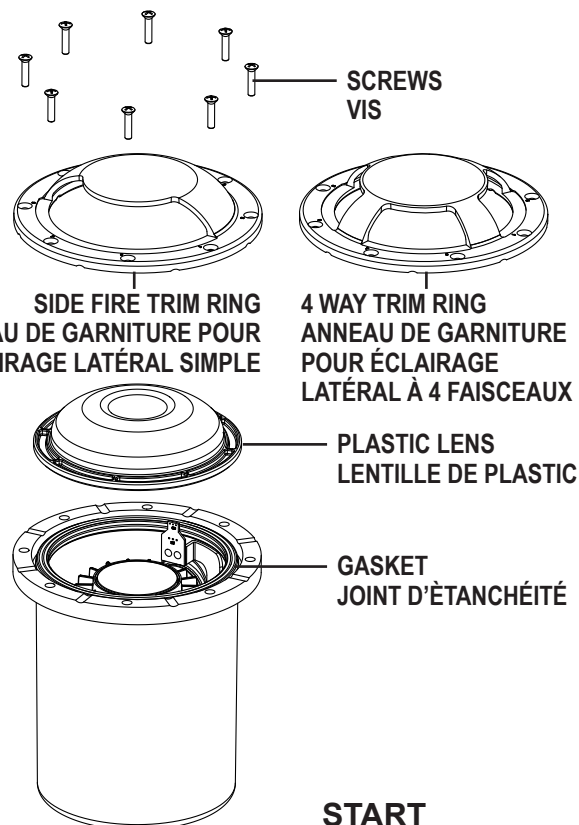

Fig. 2
- 4) Placer la lentille de plastic sur le luminaire par-dessus l'anneau de joint. Placer ensuite l'anneau de garniture pour éclairage latéral simple ou l'anneau de garniture pour éclairage latéral à 4 faisceaux par-dessus la lentille de plastic et le fixer sur le luminaire en utilisant les vis précédemment retirées. Prendre soin de prévenir l'accumulation de terre, de paillis et de débris sur la lentille, le joint d'étanchéité ou une surface de jointement du boîtier. (consulter la figure 2).